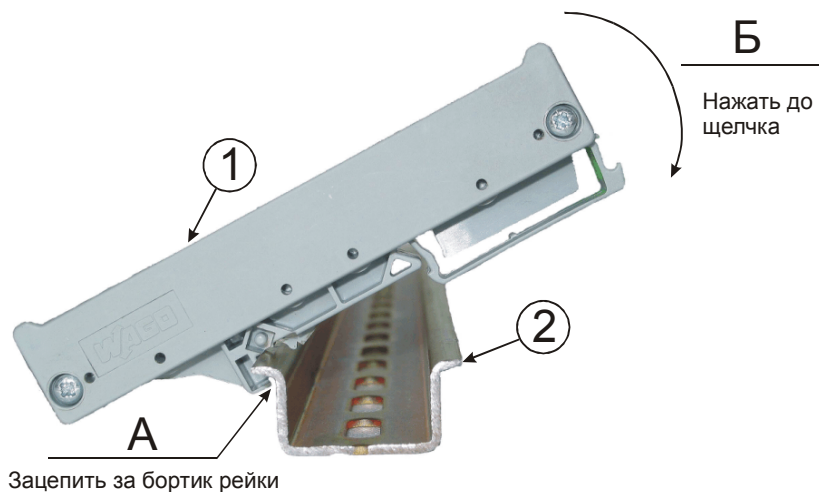

Рисунок 3 – Установка изделия на монтажную рейку
- установить изделие [1] на монтажную рейку [2], поочередно закрепляя защёлки корпуса за её борта (см. рис. 3);